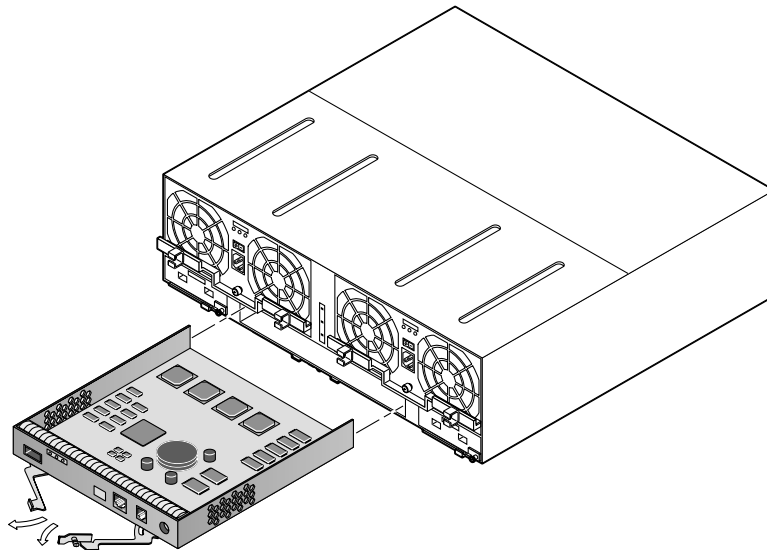

図 6-15 コントローラカードの取り外し
6. ラッチハンドルを手前に引いて、コネクタからコントローラカードを外し、アレイからカードを取り出します (図 6-15)。